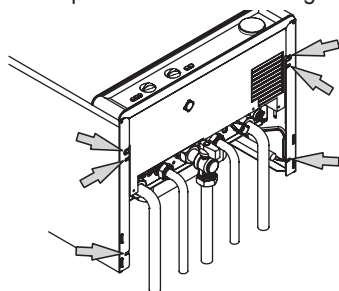

Figura 5.5
- Svitare le quattro viti indicate in Figura 5.5.